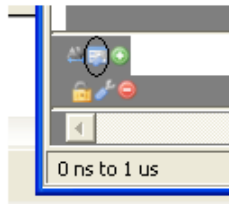

Figura 25
1. Sitúe el cursor del ratón sobre el icono que se encuentra remarcado en la figura 25 y pulse el botón izquierdo del ratón.